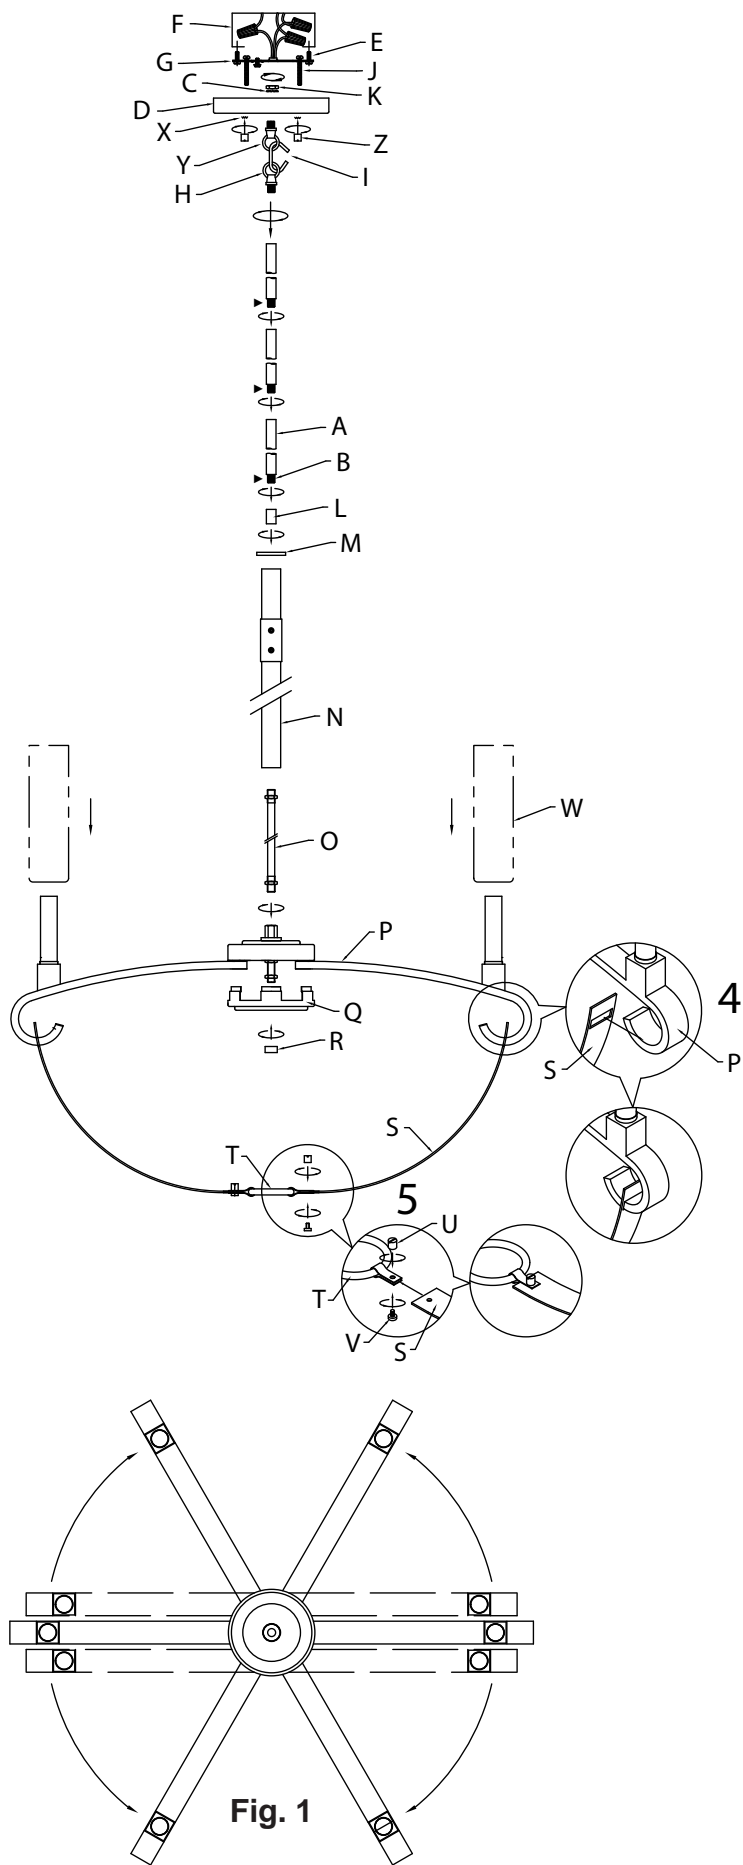

Fig. 1
- 1) Rotate the four (4) arms into their correct locations as shown (Fig. 1).
- 4) Attach one strap [S] to the main body [P] by inserting the loop on the end of the body into the slot on the end of the strap. Repeat for remaining five (5) straps.
- 1) Tourner les quatre (4) bras du luminaire pour les positionner correctement tel qu'illustré (Fig. 1).
- 4) Raccorder une courroie [S] à la partie principale du luminaire [P] en insérant la boucle à son extrémité dans la fente à l'extrémité de la courroie. Répéter l'opération pour les cinq (5) courroies qui restent.
- 5) Raccorder une courroie [S] à l'anneau inférieur [T] en glissant la courroie dans l'agrafe fixée sur l'anneau inférieur et en insérant la vis décorative [V] à travers l'orifice de l'agrafe et la courroie à partir de l'envers de l'agrafe. Fixer la vis sur le devant de l'agrafe en vissant le bouton [U] sur la partie filetée de la vis qui émerge. Répéter l'opération pour les cinq (5) courroies qui restent.
- 1) Rote los cuatro (4) brazos en sus posiciones correctas como se muestra (Fig. 1).
- 4) Fije una abrazadera [S] al cuerpo principal [P] insertando el anillo en el extremo del cuerpo en la ranura del extremo de la abrazadera. Repita para las cinco (5) abrazaderas restantes.
- 5) Fije una abrazadera [S] al anillo inferior [T] deslizando la abrazadera en el clip conectado al anillo inferior e insertando el tornillo decorativo [V] a través del orificio en el clip y la abrazadera desde la parte inferior del clip. Fije el tornillo en la parte superior del clip roscando la perilla [U] en la rosca del tornillo que sobresale. Repita para las cinco (5) abrazaderas restantes.